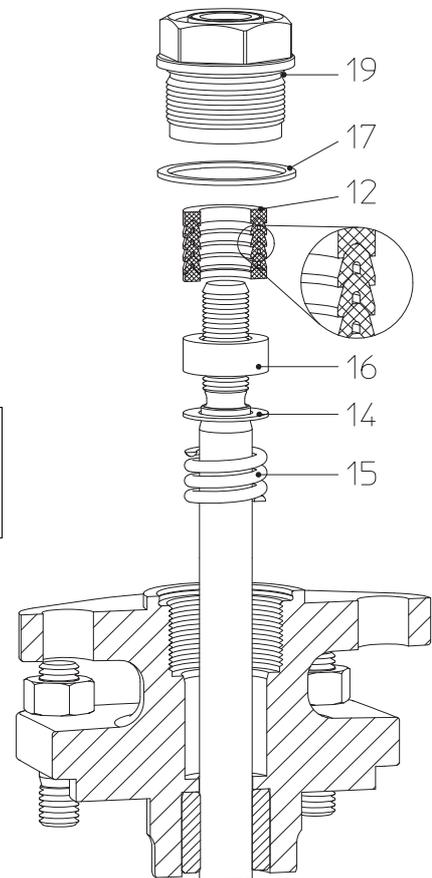
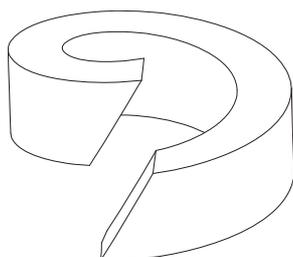

Bild 18:
Bild 21: geteilter Packungsring
- Bei Austausch der Dachmanschetten (Pos. 12) auf richtige Reihenfolge und Einbaulage der Einzelteile achten (siehe Bild 18).
- Neuen Packungsring einlegen, Einbau gemäß Darstellung Bild 18 - Bild 21.
Wird ein geteilter Packungsring verwendet, ist beim Zuschneiden auf einen schrägen Schnittverlauf gemäß Darstellung Bild 21 zu achten.